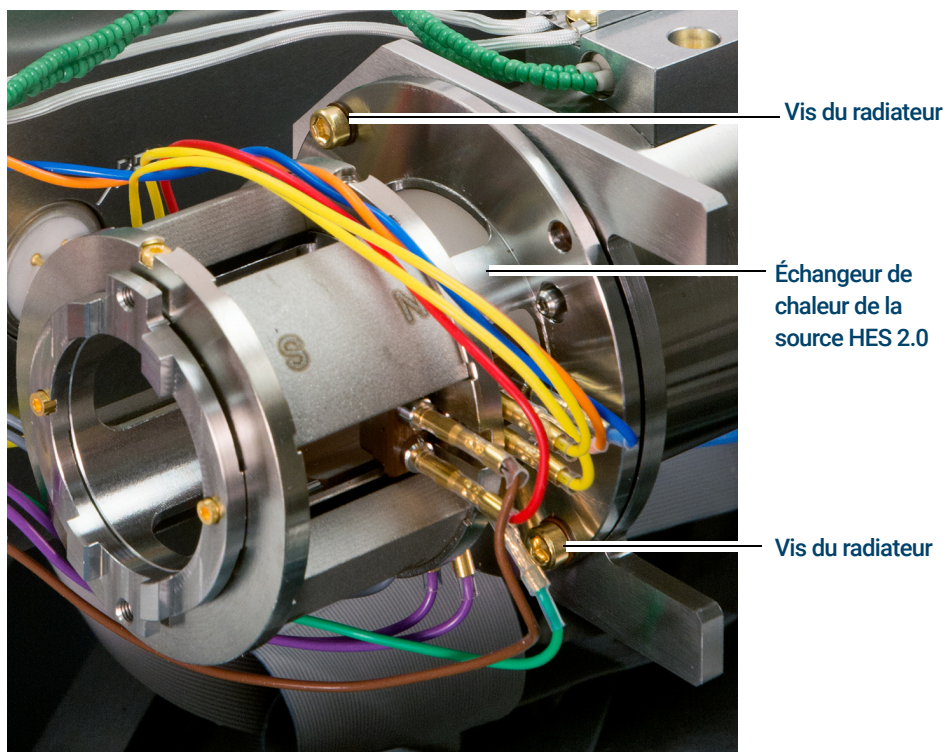

Figure 82. Fixation de l'échangeur de chaleur de la source EI HES 2.0
- 1 Placer le radiateur sur les broches de guidage sur le support de l'analyseur et utiliser un tournevis Torx T10 pour les fixer à l'aide de (2) vis plaqué or M3 x 12 (G7002-20110). (Voir **Figure 82** page 270.)